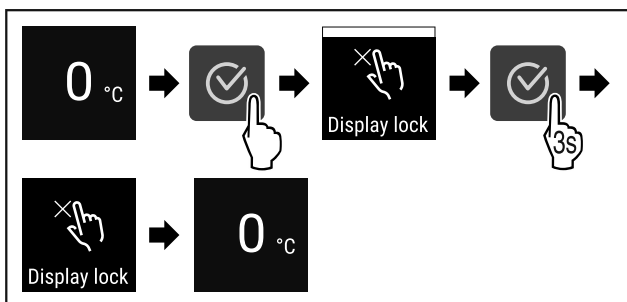

Fig. 97
- Выполните шаги действия (см. Fig. 97).